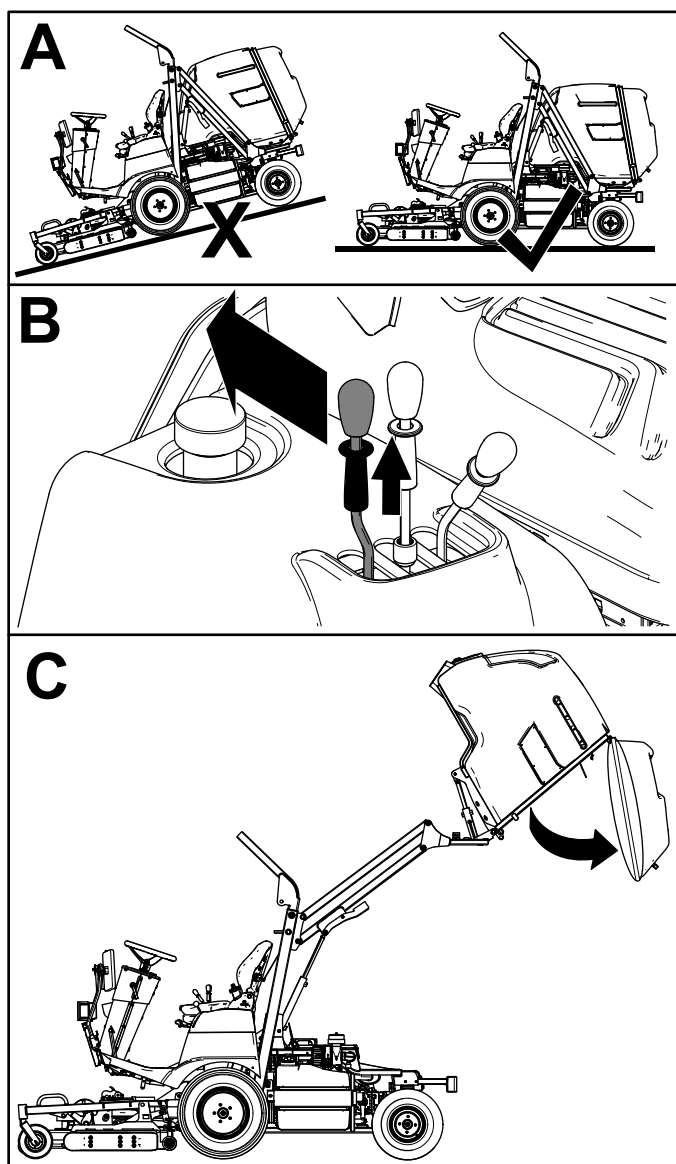

Рисунок 25
2. Потяните стопорное кольцо на рычаге разгрузки бункера вверх и переместите рычаг назад, чтобы выгрузить скошенную траву из бункера (Рисунок 25).